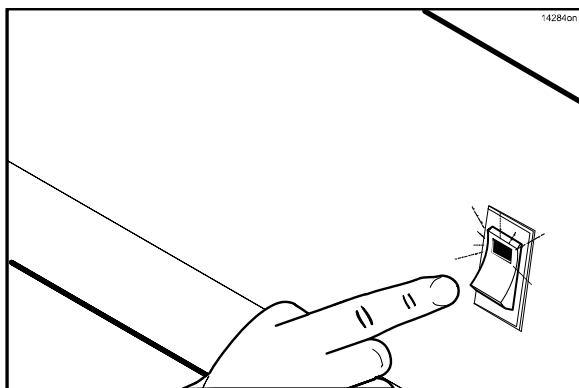

Figure 13
2. Mettre le commutateur de verrouillage du ventilateur sur marche. La commande affiche le message « OFF » (éteint ; Cf. Figure 13).